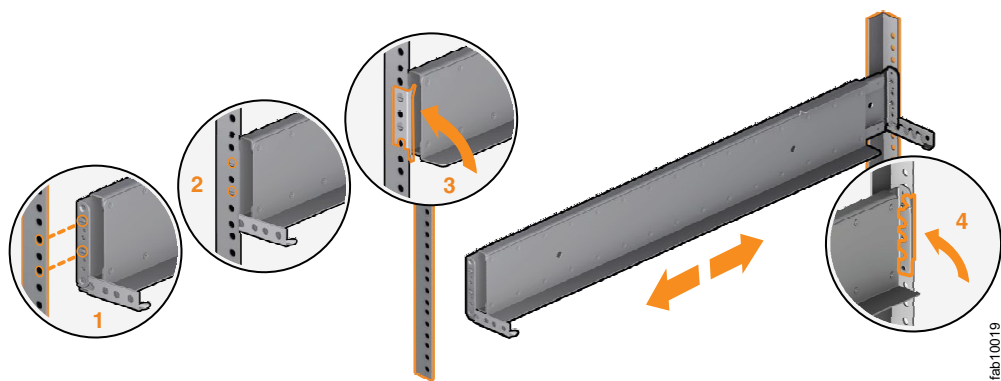

图 39. 闭合铰链支架
9. 闭合后铰链支架以将导轨固定到机架机箱凸缘上。（请参阅图 39。）
11. 闭合前铰链支架以将导轨固定到机架机箱凸缘上。（请参阅图 39。）